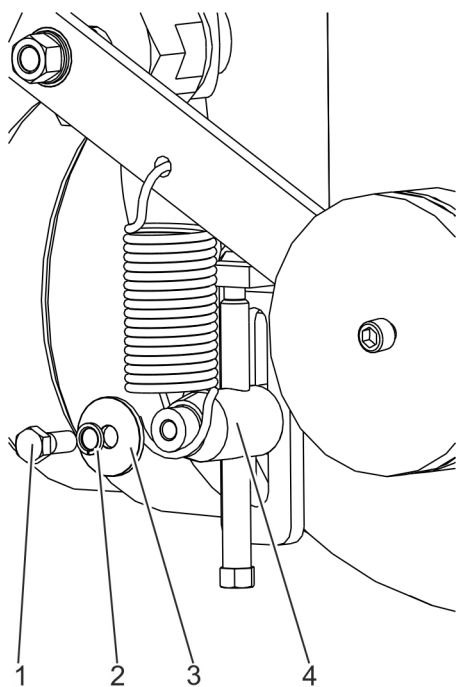

Fig. 46: Fijar el muelle al perno de unión
Enganche el muelle con cuidado en el perno de unión (Fig. 46/4).
- 24.** Fije el muelle con la arandela (Fig. 46/3), el anillo de sujeción (Fig. 46/2) y el tornillo (Fig. 46/1) en el perno de unión (Fig. 46/4).